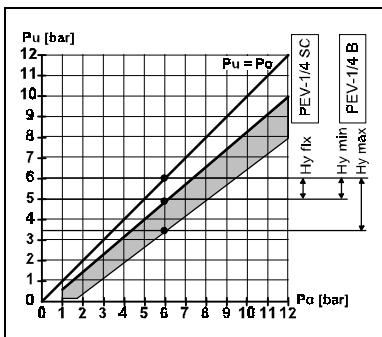

Fig.16/Bild 16
6. Applicare al PEV-... la pressione di commutazione inferiore **Pu** (pressione di commutazione superiore **Po** meno l'isteresi desiderata **Hy** [vedere schema della fig. 16]).
6. Mata PEV-... med det nedre omkopplingstrycket **Pu** (det övre omkopplingstrycket **Po** minus önskad hysteres **Hy** [se diagrammet i bild 16]).